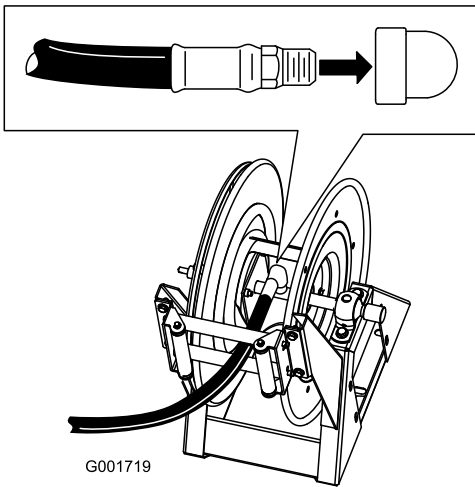

图 46
2. 在长软管的接头螺纹周围缠绕聚四氟乙烯生料带然后将接头安装到软管卷 (图 46) 上的连接管。